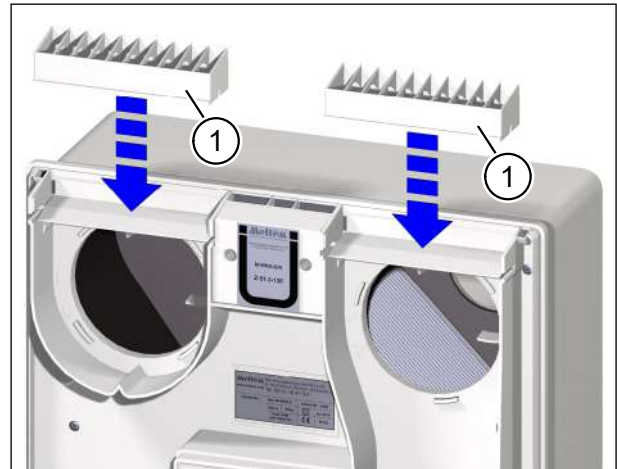

Abb. 12: Beide Luftklappenrahmen einsetzen
- ▶ Setzen Sie die gereinigten Luftklappenrahmen (Pos. 1 in Abb. 12) auf das Lüftungsgerät auf.